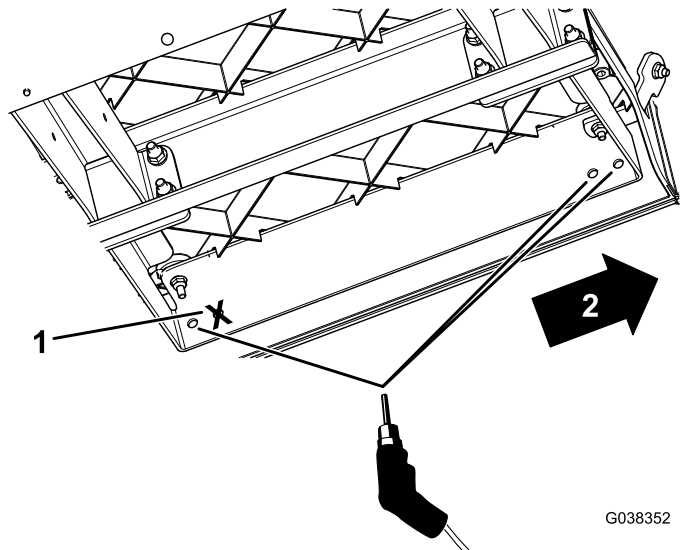

Figura 6
- Utilizando los nuevos soportes de la placa del suelo como guía, realice 3 taladros (9,5 mm de diámetro) en cada placa del suelo (Figura 6).
Importante: Perfore solamente los 2 taladros delanteros en los nuevos soportes de la placa del suelo y el taladro trasero más lejano, tal y como se muestra en la Figura 6.